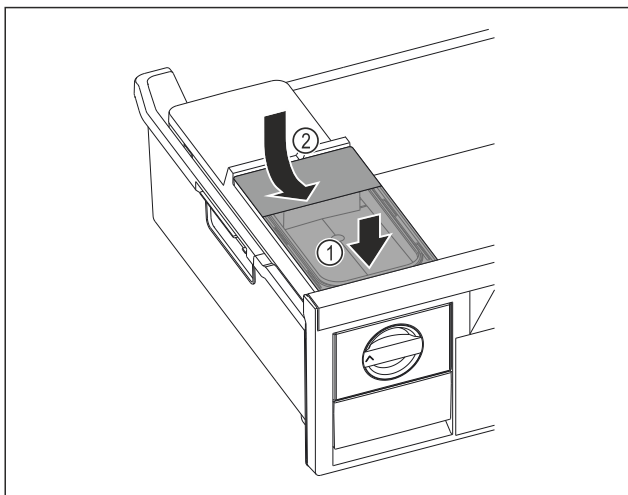

Fig. 68
- ▶ Postavite spremnik za vodu sprijeda Fig. 68 (1)
- ▶ Spustite spremnik za vodu straga Fig. 68 (2)